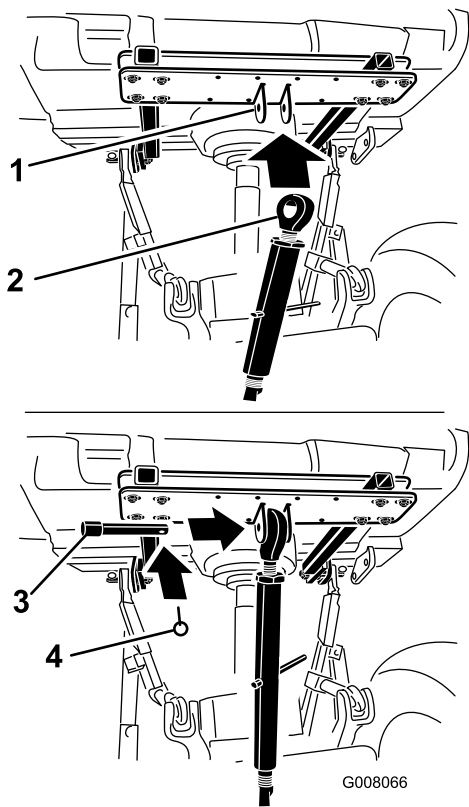

図 8
6. ヒッチの上リンクをヒッチ・クロスのタブに接続し、リンク・ピンとリンチ・ピンで固定する (図 8)。